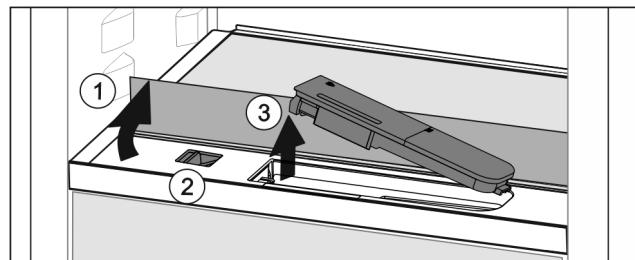

Fig. 145
- Ridicați placa de sticlă și rabatați în spate până la opritor Fig. 145 (1).
- Împingeți zăvorul Fig. 145 (2) spre stânga.
- Scoaterea rezervorului de apă Fig. 145 (3).